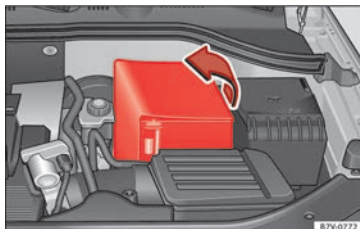

Abb. 250 Im Motorraum: Manschette für die Fahrzeugbatterie abnehmen.
- Bei einer Manschette: Die Abdeckung zur Seite wegklappen » **Abb. 250**.